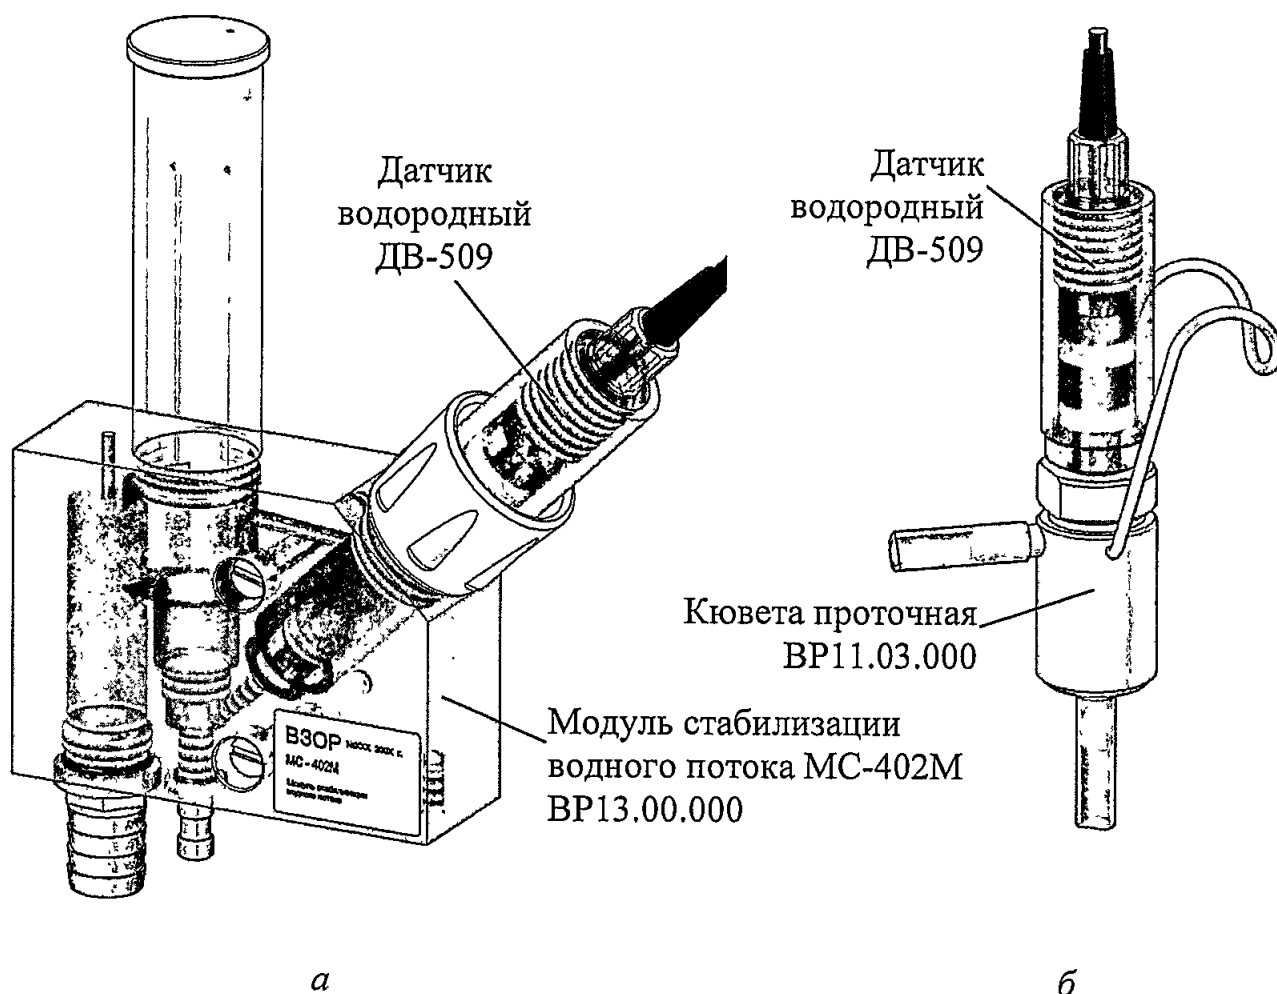

Рисунок 2.7
- от 0,07 до 5,00 дм³/мин датчик установить в соответствии с руководством по эксплуатации на модуль стабилизации водного потока MC-402M (MC-402/1M) BP13.00.000PЭ (рисунок 2.7а);
- от 0,07 до 0,60 дм³/мин датчик установить в соответствии с этикеткой на кювету проточную BP11.03.000ЭТ (рисунок 2.7б);